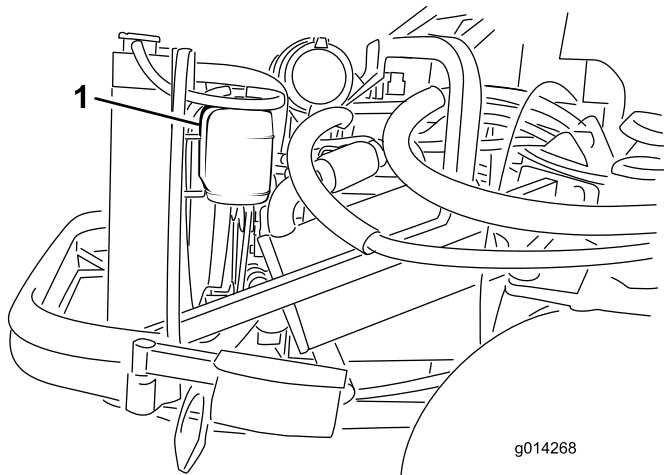

Bild 44
1. Prüfen Sie den Kühlmittelstand im Ausdehnungsgefäß (Bild 44). Er muss sich zwischen den Marken an der Seite des Gefäßes befinden.